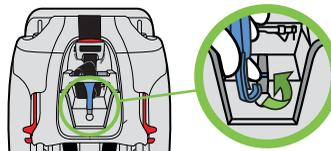

Figure 135
**Rangement :** Retirez le manuel d'instructions du dossier du siège. Accrochez le crochet d'attache autour de la barre de rangement tel qu'illustré dans la **Figure 135**, pliez la sangle de la courroie d'ancrage supérieure et insérez-la dans le rangement de l'attache. Remettez le manuel d'instructions à sa place.